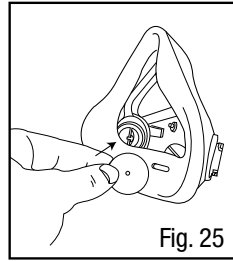

Fig. 25
2. Substitua a(s) válvula(s) pressionando o orifício da tampa da válvula em relação à base central do assento da válvula (Fig. 25). Tenha a certeza de que a(s) válvula(s) esteja inteiramente conectada através do(s) assento(s) da válvula e que permanece plana.